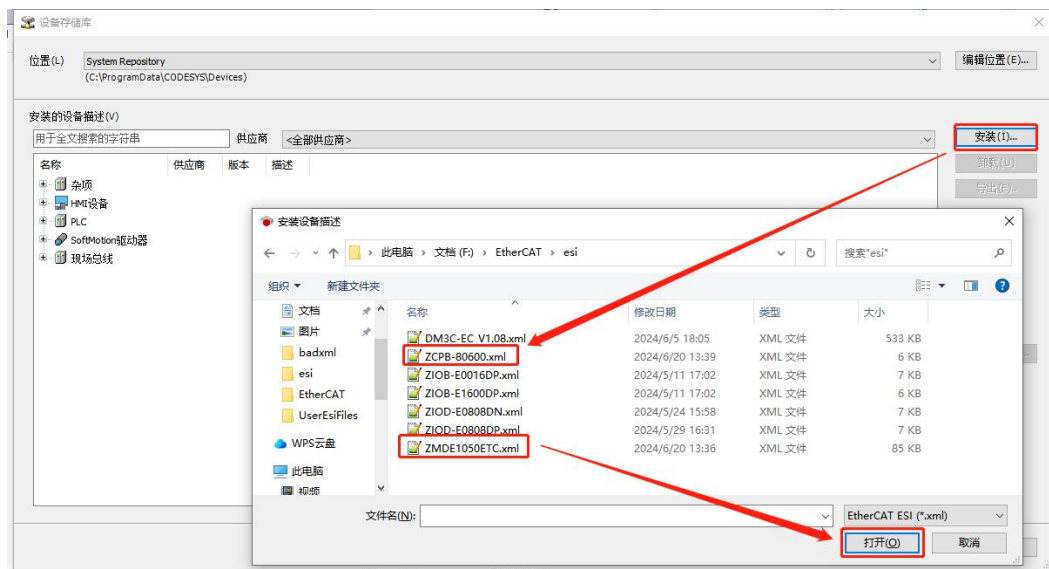

图 4.4 添加从站描述文件
(4) 点击菜单栏“工具”->“设备存储库”->“安装”添加从站描述文件 (xml)，如下图 4.4 所示。